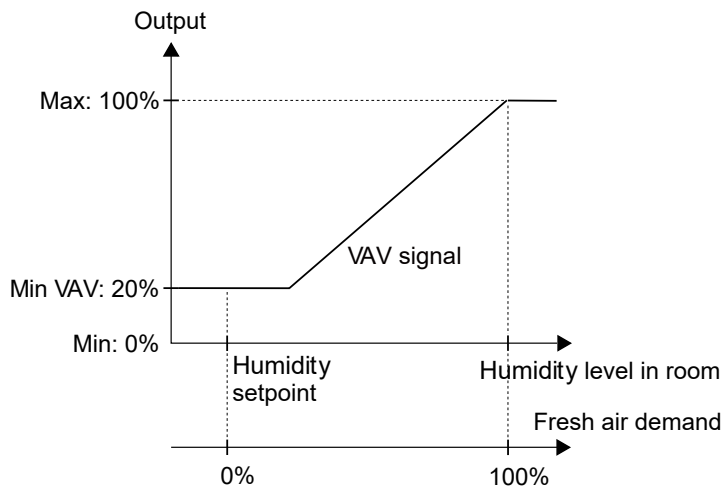

Bild 2-44 Regelverhalten der Feuchte
*Bild 2-44* zeigt das Regelverhalten der Feuchteregelung, wenn eine Untergrenze für das VVS-Ausgangssignal eingestellt ist.